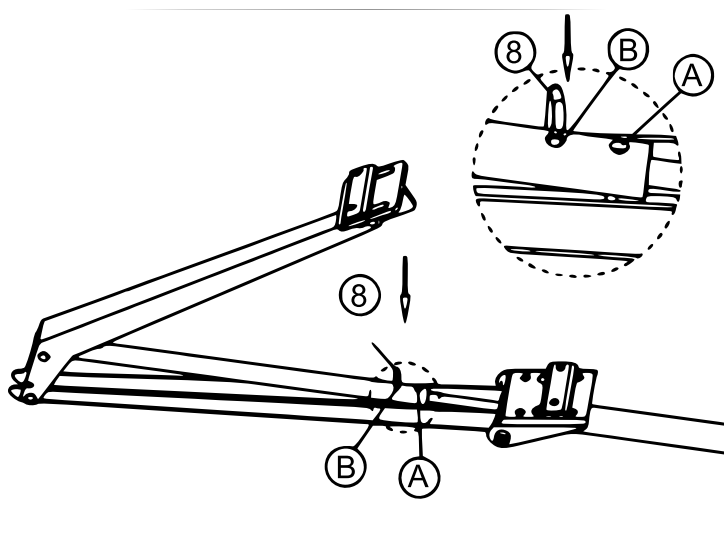

Figure 5
- **Si votre fenêtre peut être ouverte d'au moins 40 cm** : Insérez la tige de piston (3) dans la tige de poussée (6). Insérez la goupille fendue (8) à travers 2 trous : le trou de la tige de piston et le trou « B » de la tige de poussée (voir fig. 5).